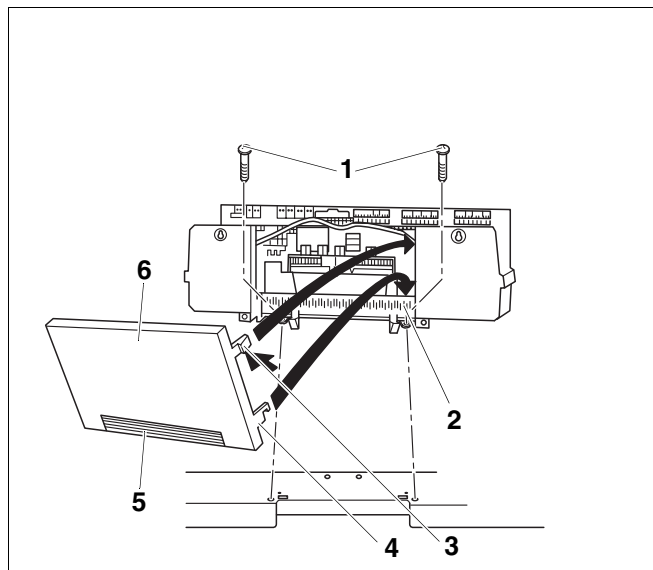

Fig. 19 Înșurubați sistemul de reglare Logamatic 4000
- Numai la sistemele de reglare Logamatic 4000: Înlăturați peretele din spate (Fig. 19, pagina 35, **Poz. 6**).
Dacă aveți nevoie (Fig. 19, **Poz. 5**) puteți rupe sau decupa (Fig. 19, **Poz. 6**) elementul situat pe peretele din spate.
- Introduceți cele 2 cârlige (Fig. 19, **Poz. 4**) în stânga și în dreapta peretelui (Fig. 19, **Poz. 6**) și introduceți șlițul în cana superioară (Fig. 19, **Poz. 2**) a ramei.
- Cele 2 cârlige elastice (Fig. 19, **Poz. 3**) se apasă încet în interior (Fig. 19, **Poz. 6**) astfel încât să rămână prinse în perete.